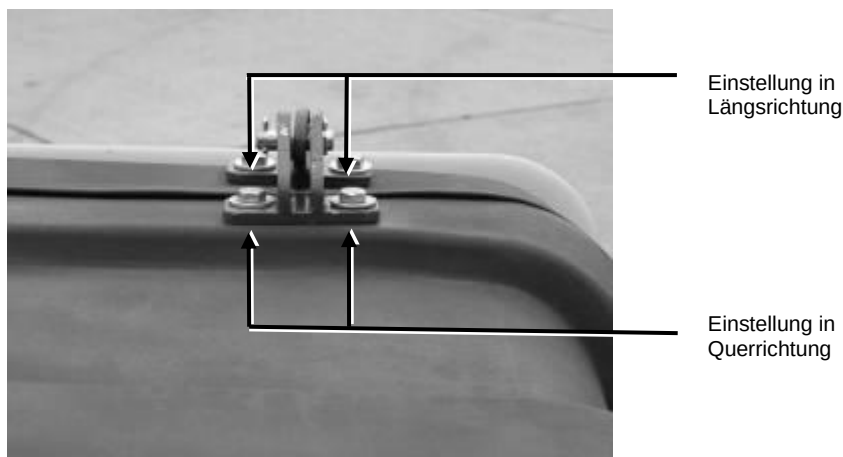

Bild 52: Deckelscharniere
3. Lösen Sie die Befestigungsschrauben der Scharniere (siehe Bild 52):